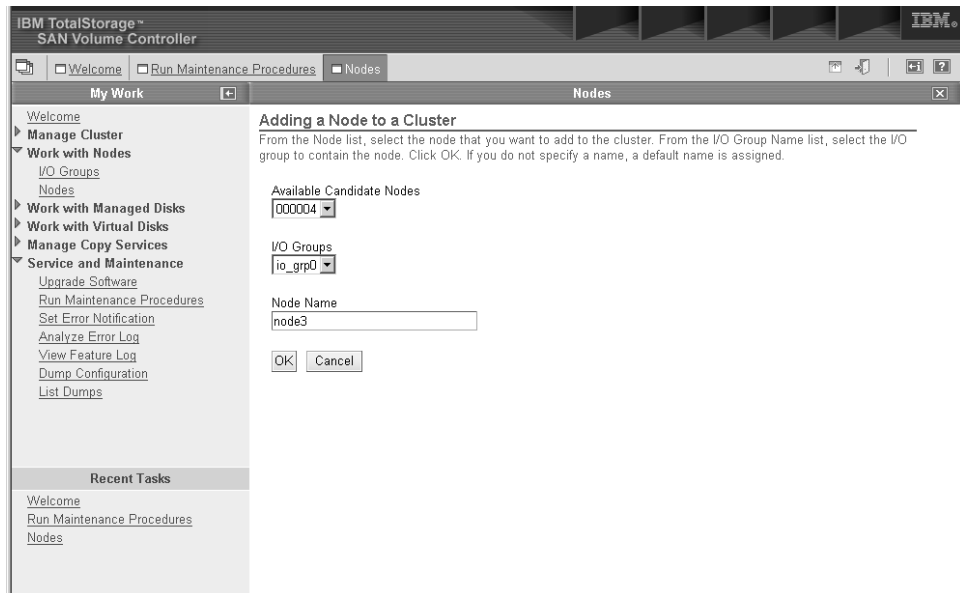

图 25. SAN Volume Controller Console Nodes 面板
3. 从下拉菜单中，选择 Add a node 选项并按下 Go 按钮。显示以下面板。请参阅图 25。